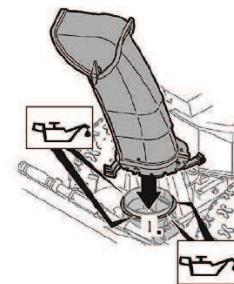

рис. 13
- добавьте небольшое количество масла на поворотный узел желоба для выброса снега (рис. 13).